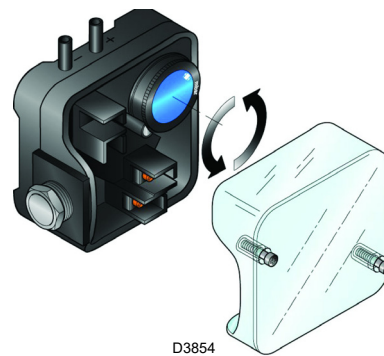

Рис. 35
- B Воздушный кулачок:** поворачивайте регулировочные винты 2)(Рис. 35) после ослабления винтов 3).